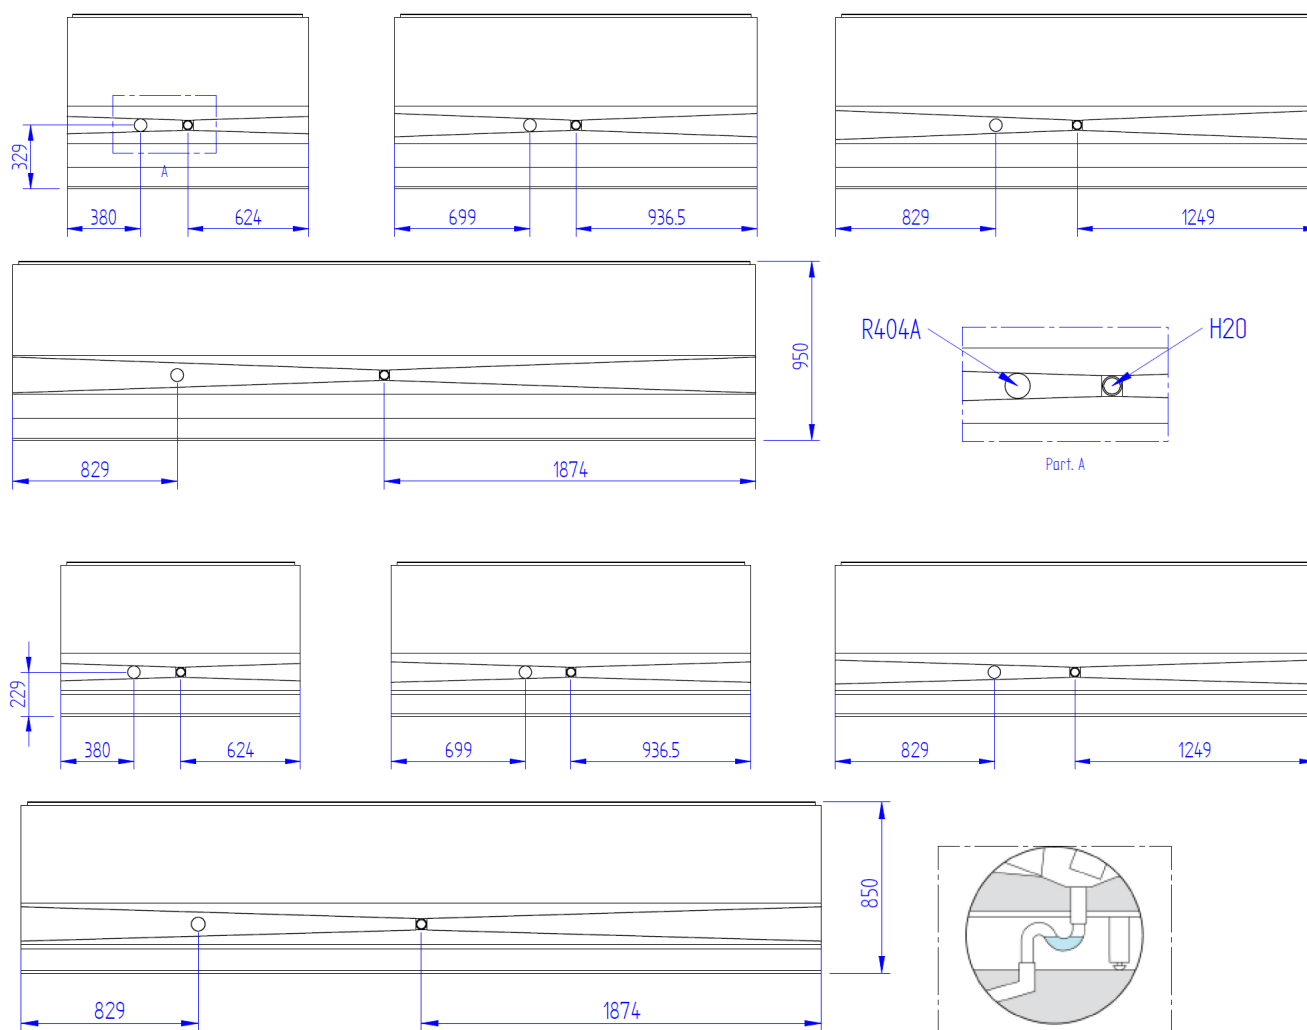

Рис.19
- Предусмотреть в полу трап с небольшим наклоном (**Рис. 19**).